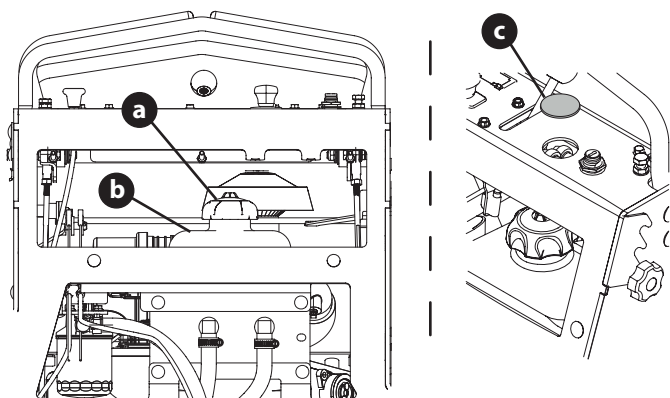

Figure 28
4. Retirez le bouchon du réservoir d'huile de la transmission hydrostatique (a) (Figure 28 à la page 96).
5. Tondeuses avec plateaux de coupe de 48, 54 ou 60 pouces uniquement : Insérez un entonnoir dans le réservoir (b) (Figure 28 à la page 96).
6. Tondeuses avec plateau de coupe de 36 pouces uniquement (Figure 28 à la page 96) :